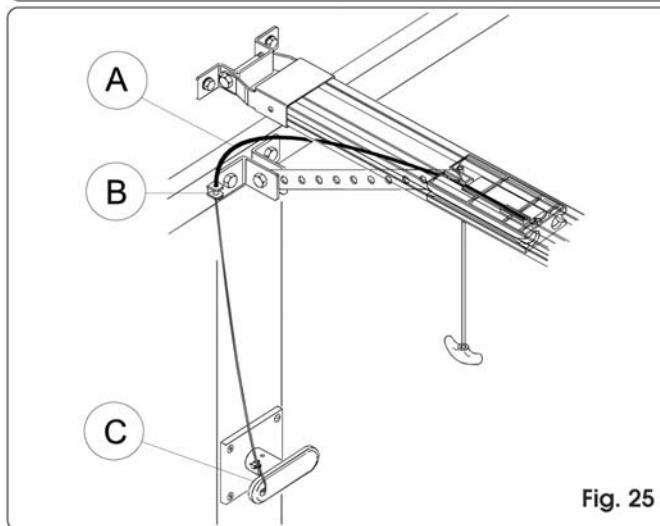

Fig. 25
- 1) Couper la gaine du câble sur mesure (fig. 25 réf. A).
- 2) Enfiler le câble dans la gaine et le faire passer dans l'œillet de l'attache sur la porte (fig. 25 réf. B).
- 3) Couper le câble sur mesure et l'assembler au levier à l'intérieur de la poignée de déverrouillage (fig. 25 réf. C).